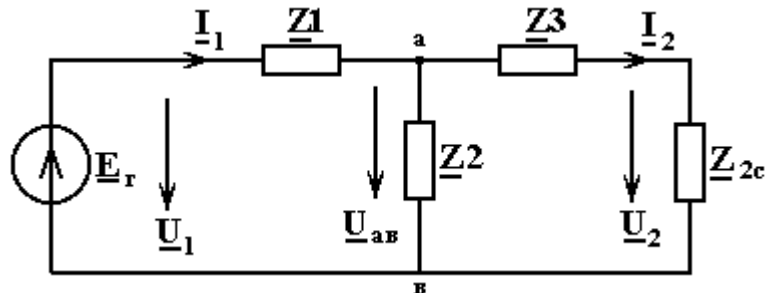

Рис.5.20
1.1. Комплексный ток на входе четырехполюсника (рис.5.20)